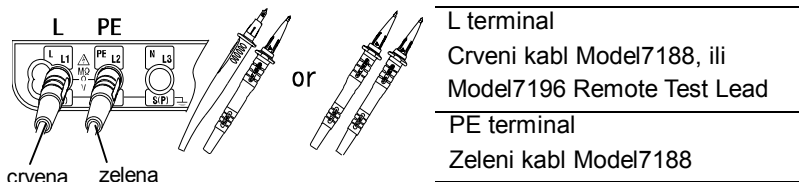

Fig.19
3. Umetni Test pipalice u L i PE terminal na KEW6016 respektivno kao što je prikazano na slici Fig.19.